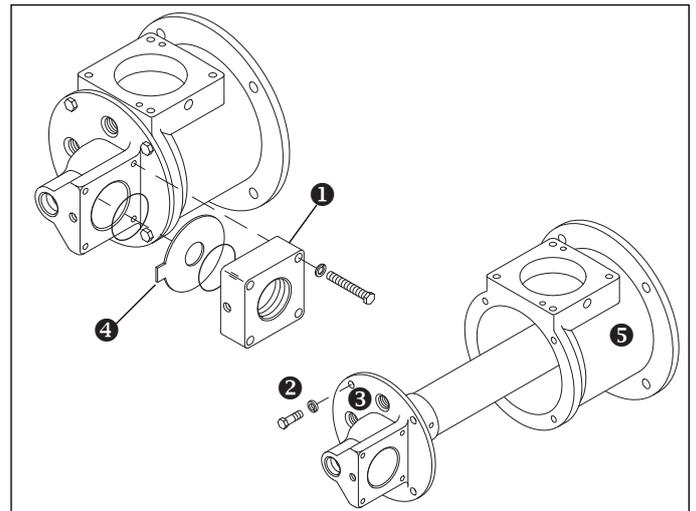

Abbildung 5.1.
6. Entfernen und reinigen Sie die Drosselblende ④, Siehe hierzu Abbildung 5.1.
Die Düse und das Brennerrohr/der Brennenstein können überprüft werden, ohne dass der Brenner von der Brennkammerwand entfernt oder die Brennkammer betreten werden muss. Siehe hierzu Abbildung 5.1. Führen Sie folgende Schritte durch: